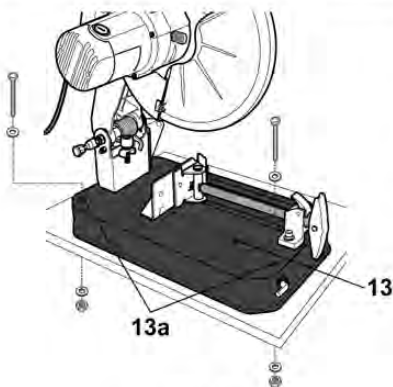

Fig. 3
- > Există 2 orificii de montare (13a) pe masa de tăiere (13) pentru a facilita montajul.
- > Amplasați produsul pe un banc drept, orizontal sau pe o masă de lucru și fixați produsul pe el cu 2 seturi de montaj (neincluse) (Fig. 3).